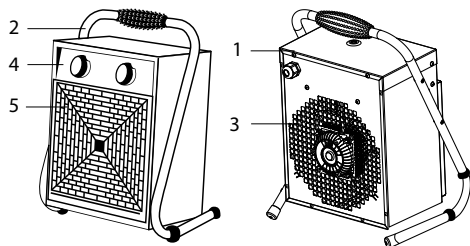
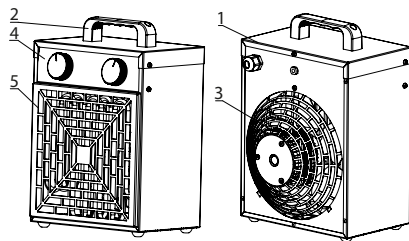

Рис.1. Модели: KVF-E15-32, KVF-E24-32,
Рис.2. Модели: KVF-E2-12, KVF-E3-12,
Несущая конструкция тепловентилятора (см. рис. 1 и рис. 2) состоит из корпуса (1), ручки (2) (для моделей KVF-E2-12, KVF-E3-12, KVF-E5-12, KVF-E9-32) или ручки-подставки (2) (для моделей KVF-E15-32, KVF-E24-32, KVF-E30-32, KVF-E36-32). Вентилятор (3) расположен в задней части тепловентилятора. Блок управления расположен в верхней части корпуса под крышкой. Органы управления вынесены на переднюю панель (4). Внутри корпуса расположены трубчатые электронагревательные элементы, закрытые с лицевой стороны тепловентилятора решеткой (5). Воздушный поток, втянутый вентилятором в корпус, проходя между трубчатыми электронагревательными элементами, нагревается и подается в помещение через решетку.